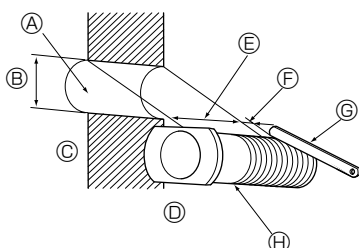

Fig. 3-6
3.4.1. Gaten boren (Fig. 3-6)
- ① Boor gaten van $\varnothing 65$ mm of $\varnothing 75$ mm die ongeveer 5 tot 7 mm diep zijn en vanuit de kamer naar buiten enigszins aflopen.
- ② Breng plug in de gaten aan.